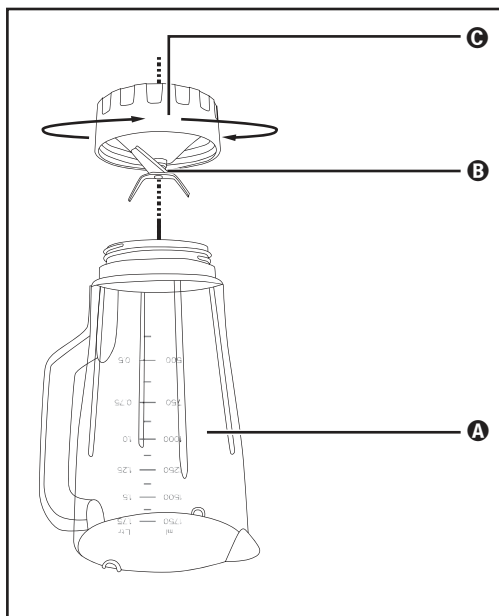

Fig. 3
- 2) Renversez l'appareil et tournez la pièce en plastique inférieure ④ du bol mixeur ③ dans le sens antihoraire afin qu'elle se détache de la pièce en plastique supérieure ③ du bol mixeur ③ (voir fig. 3).